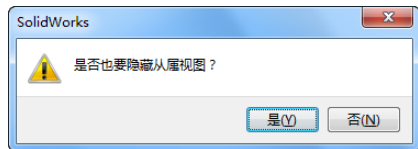
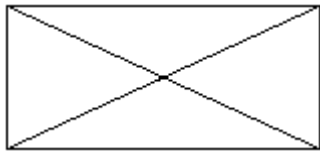

图 8-40 提示信息
图 8-41 被隐藏的视图
- ① 打开例 8-6 中创建的工程图。在特征管理器设计树或图形区域中右击要隐藏的视图。
- ② 在弹出的快捷菜单中选择“隐藏”命令，如果该视图有从属视图（局部、剖面视图等），则会弹出询问对话框，如图 8-40 所示。
- ③ 单击“是”按钮，将会隐藏其从属视图。单击“否”将只隐藏该视图。此时，视图被隐藏起来。当光标移动到该视图的位置时，将只显示该视图的边界。
- ④ 如果要查看工程图中隐藏视图的位置，但不显示它们，则在菜单栏中选择“视图”→“被隐藏视图”命令。此时被隐藏的视图显示图 8-41 所示的形状。